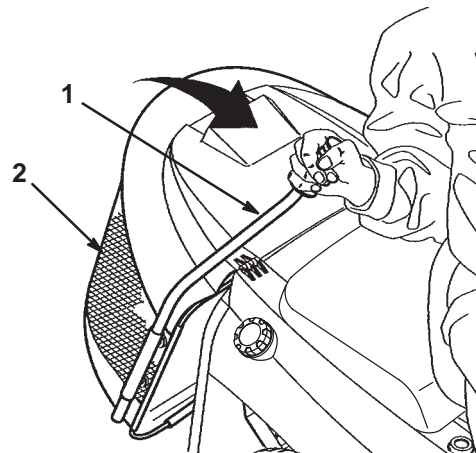

Bild 12
2. Ziehen Sie die Heckfangsystemstange nach vorne, um den Grasfangkorb zu kippen (Bild 12).